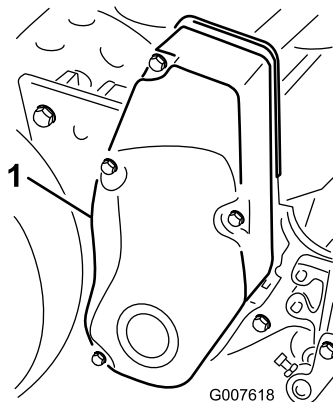

Figura 28
1. Retire las fijaciones de la cubierta de la correa y la cubierta para tener acceso a la correa (Figura 28).